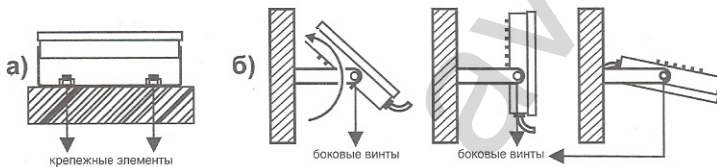

Рис. 3 Схема установки светодиодного прожектора с различным углом поворота.
поверхности при помощи крепежных элементов (**рис. 3а**).
7.4 Для того чтобы изменить угол наклона прожектора, необходимо ослабить боковые винты на кронштейне прожектора. Затем установите необходимый угол наклона и затяните винты (**рис. 3б**).